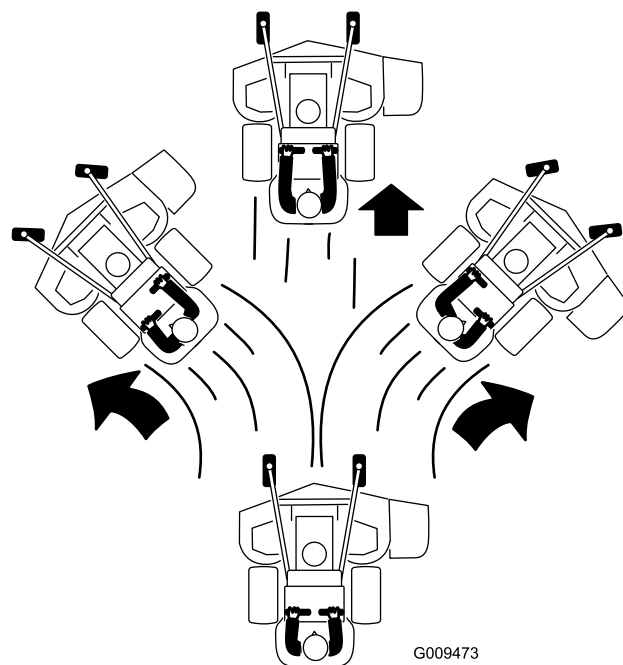

Figura 19
- Empuje lentamente las palancas de control de movimiento hacia adelante (Figura 19).